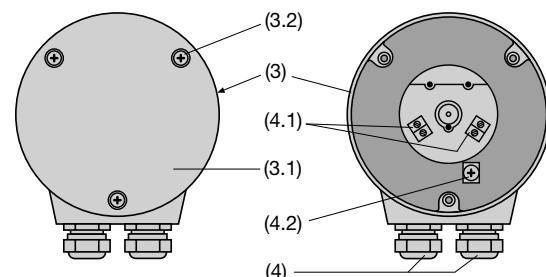

Bild 6. Rückenteil (3) mit Klemmen (4.1) sowie (4.2) und Stopfbuchsen (4).
Bei den Varianten mit direkt am Messumformer angebrachten **Schraubklemmen** und **Stopfbuchsen** befinden sich 4 Schraubklemmen (4.1) und 1 Erdungsklemme (4.2) – wie Bild 6 zeigt – im Rückenteil (3). Die Schraubklemmen eignen sich für max. 1,5 mm² Drahtquerschnitte und sind nach Abnehmen des Deckels (3.1) zugänglich.
- ... mit **Schraubklemmen** und **Stopfbuchsen** die 3 Schrauben (3.2) herausdrehen, und den Deckel (3.1) abnehmen (Bild 6, links).
- ... mit **Schraubklemmen** und **Stopfbuchsen** die 3 Schrauben (3.2) heraus schrauben, und den Deckel (3.1) abnehmen (Bild 6, links).